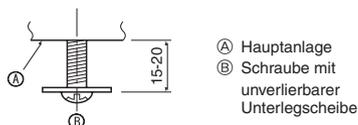

Fig. 5-5
5.4.1. Vorbereitungen (Fig. 5-5)
- Wie in der Abbildung dargestellt, die beiden mitgelieferten Schrauben mit Unterlegscheiben ② in der Hauptanlage (im Bereich des Eckabflußrohres und auf der gegenüberliegenden Ecke) installieren.